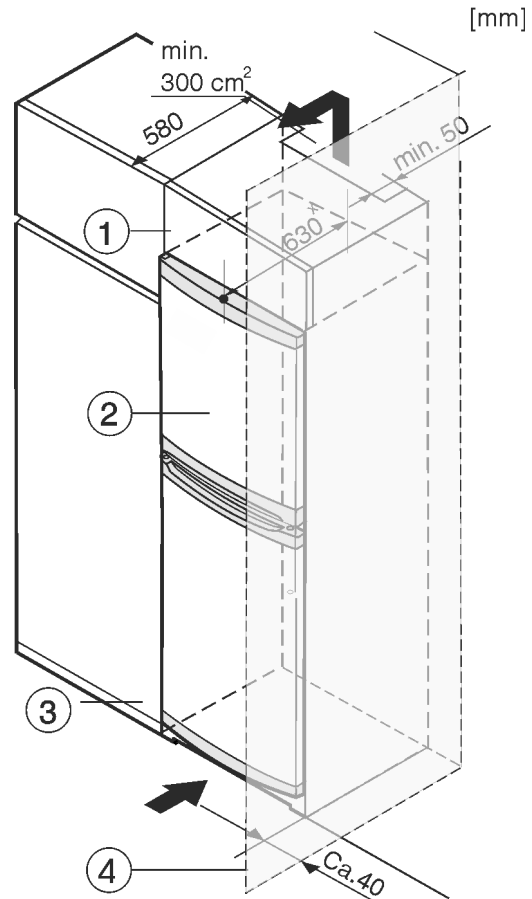

Fig. 8
(1) Armario superior
(2) Aparato
(3) Armario de cocina
(4) Pared
El aparato se puede rodear de armarios de cocina. Para adaptar el aparato Fig. 8 (2) a la altura de la cocina, se puede instalar un armario Fig. 8 (1) correspondiente sobre el aparato.
Si la cocina posee armarios (profundidad máx. 580 mm), el electrodoméstico se puede colocar directamente junto a armario de cocina Fig. 8 (3). El electrodoméstico sobresale 34 mm * por los lados y 50 mm * por el centro respecto al frente del armario de cocina.
Si el electrodoméstico se instala con las bisagras junto a una pared *Fig. 8 (4)*, la distancia entre el electrodoméstico y la pared debe ser como mínimo de 40 mm. Esto equivale al saliente del tirador con la puerta abierta.